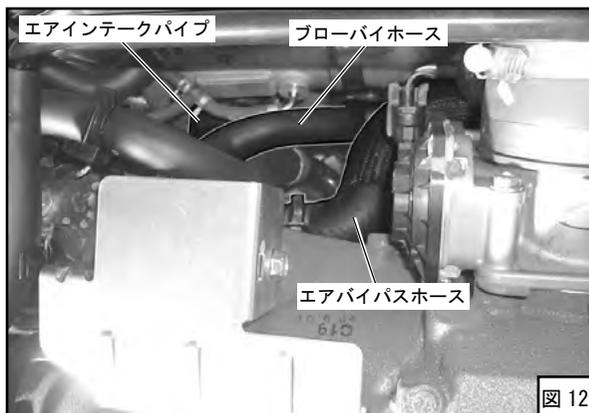

図 12
- (20) エアインテークパイプから各ホースを抜いてください。(図11、図12)
- (22) エアインテークパイプのターボ入口側のホースバンドをゆるめ、エアインテークパイプをフリーな状態にしてください。
- (23) ブローバイホースをエンジン側から抜いてください。(図12)